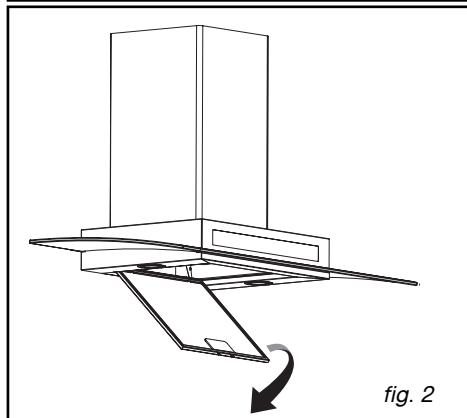

fig. 2
- Incline o filtro de cassette para baixo (fig. 2).